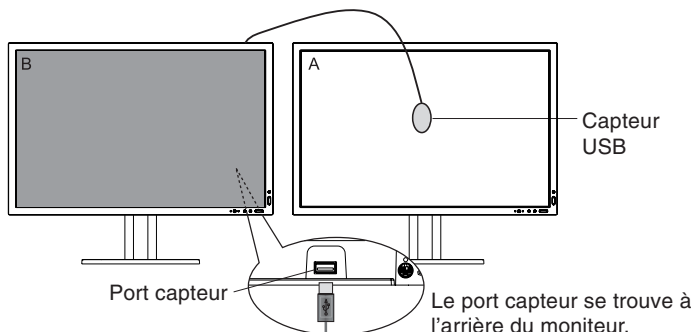

Figure C.1
1. Branchez le capteur USB sur le port capteur (**Figure C.1**).
8. Lors de la procédure, on vous demandera de placer le capteur USB au centre du panneau d'affichage (**Figure C.8**). Inclinez le panneau d'affichage d'environ 5° vers l'arrière et placez le capteur USB au centre du panneau d'affichage (**Figure C.1**).